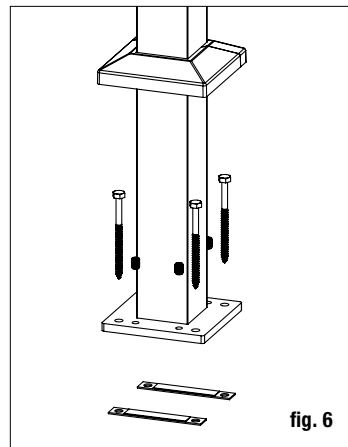

fig. 6
Paso 4 Vuelva a colocar el conjunto del poste con la placa niveladora insertada entre la terraza y la base del poste, y alineado con los agujeros taladrados. Inserte los sujetadores del poste (**NO INCLUIDOS**) y apriételos parcialmente. Use un nivel para ajustar los tornillos de nivelación con una llave Allen de 3/16 pulg. hasta que el poste esté totalmente vertical. Apriete por completo los sujetadores del poste para fijar la base a la estructura de la terraza. *Nota: se recomienda usar tornillos tirafondo de 8 mm (5/16 pulg x 10.1 (4 pulg.) o más.* (fig. 6)